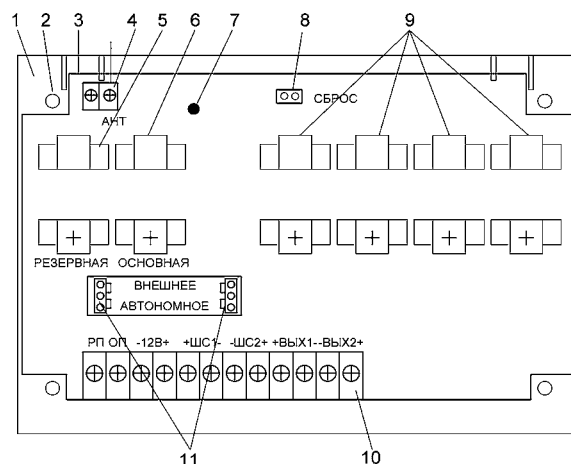

Рисунок 1 – СН-КЛЮЧ со снятой крышкой
1.7 Электропитание СН-КЛЮЧ осуществляется либо от внешнего источника питания номинальным напряжением 12 В, либо от размещенных в корпусе СН-КЛЮЧ батарей типа CR123A – основной, резервной и четырех дополнительных. Выбор питания осуществляется установкой перемычек в соответствующее положение (см. рисунок 1).